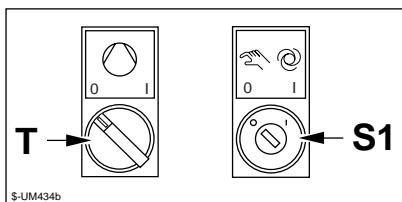

Fig. 6.4a
- attivare il depresso con il selettore T (fig. 6.4a)